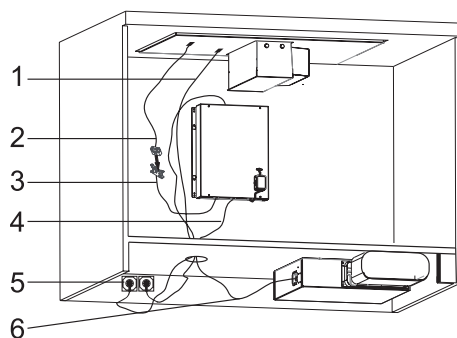

Abb. 46: STROMANSCHLUSS
- 10.** ➔ Verbinden Sie das Anschlusskabel des Herdschalters (Abb. 46/2) mit dem Datakabel vom Schaltkasten (Abb. 46/3).
- 11.** ➔ Stecken Sie das Netzkabel des Herds (Abb. 46/1) in die Steckdose (Abb. 46/5) (Abb. 46).
- 12.** ➔ Stecken Sie das Netzkabel des Schaltkastens (Abb. 46/4) in die Steckdose (Abb. 46/5).
- 13.** ➔ Stecken Sie das Motoranschlusskabel vom Schaltkasten (Abb. 46/6) in den Stecker auf dem Motor (Abb. 46).